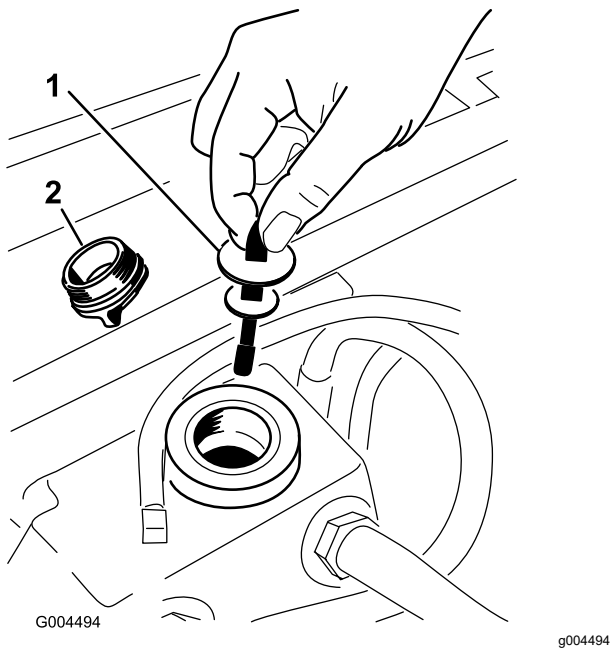

Figura 55
5. Retire el tapón de llenado de aceite hidráulico del cuello de llenado (Figura 55).
6. Retire la varilla y límpiela con un paño limpio (Figura 55).
7. Introduzca la varilla en el cuello de llenado; luego retírela y verifique el nivel del aceite (Figura 55).